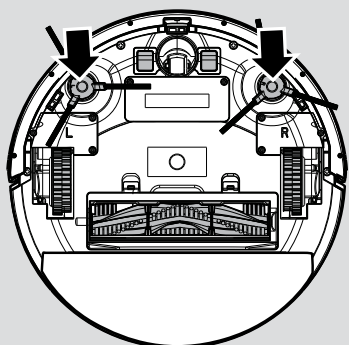

Рис. 3
7. Прижмите две щетки для чистки краев к кронштейнам так, чтобы прозвучал щелчок. Обратите внимание, что метки L и R на щетках должно совпадать с такими же метками на пылесосе. **[Рис. 3]**